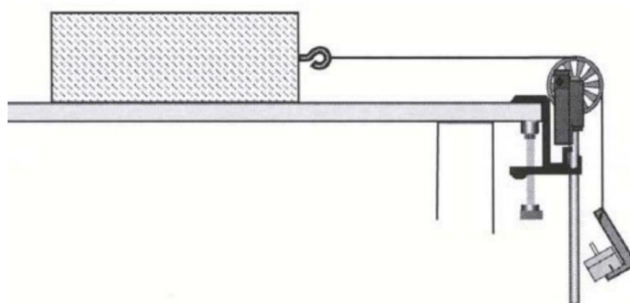

Figura 1. Vista lateral del arreglo experimental.
2. Monte el sujetador universal en la orilla de la mesa y use el vástago de la polea para sujetar el sistema polea - fotopuerta, de forma vertical como se muestra en la figura 1.
4. Use una cuerda de 1 metro de longitud para atar de un extremo el bloque de madera, y del otro extremo el gancho para las masas (aún no agregue masas al gancho para evitar que se mueva el bloque). Por último, coloque la cuerda sobre la polea como se observa en la figura 1.